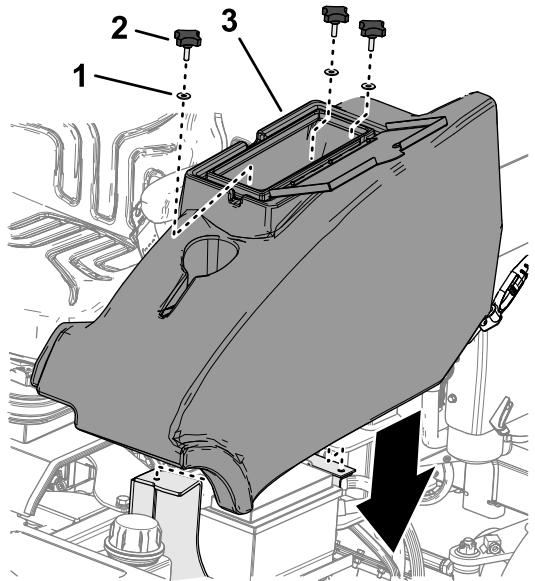

Figura 11
2. Montate il vano portaoggetti alla macchina con le 3 manopole e le 3 rondelle (Figura 11).